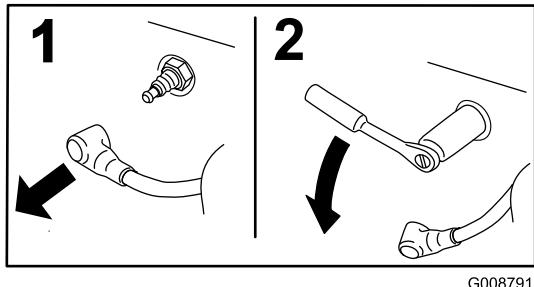

Bild 21
5. Trennen Sie den Stecker von den einzelnen Zündkerzen (Bild 21).